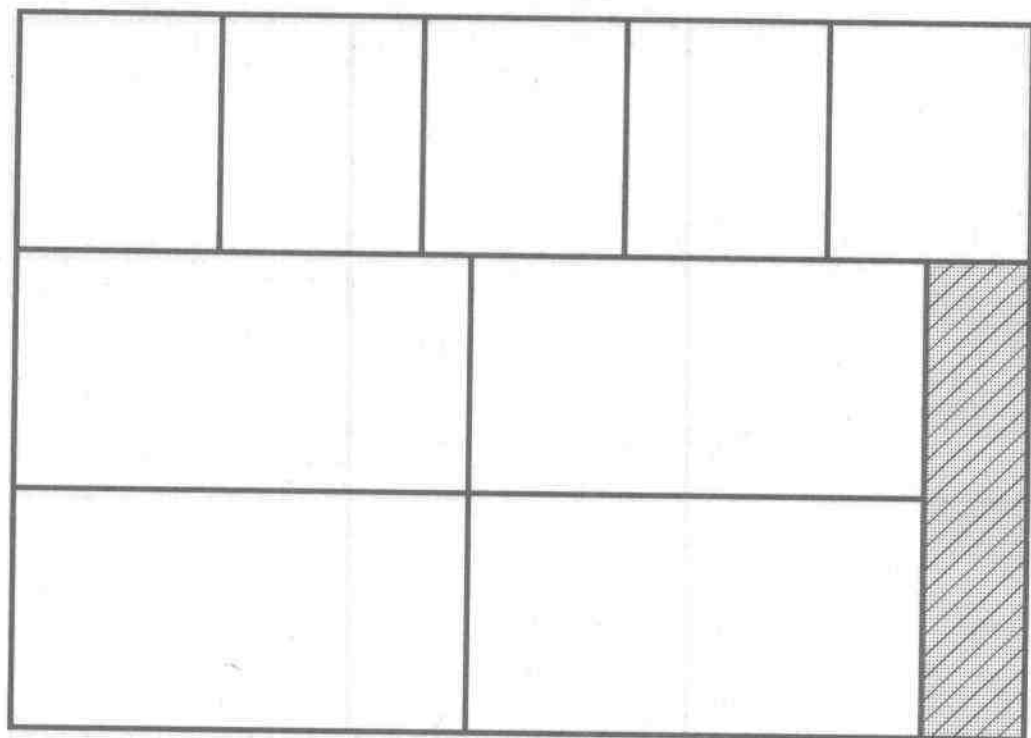

图 3 叉开法
3. 全张纸横竖搭配的开法称为叉开法，见图 3。此种方法使用较少，大多要经过裁切后方可进行机械折页。